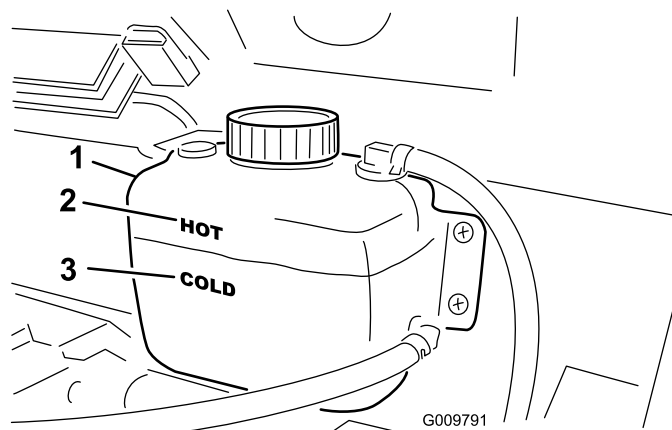

Рисунок 18
2. Проверьте уровень охлаждающей жидкости на стороне расширительного бачка (Рисунок 18). На холодном двигателе охлаждающая жидкость должна доходить до линии Cold (Холодная).